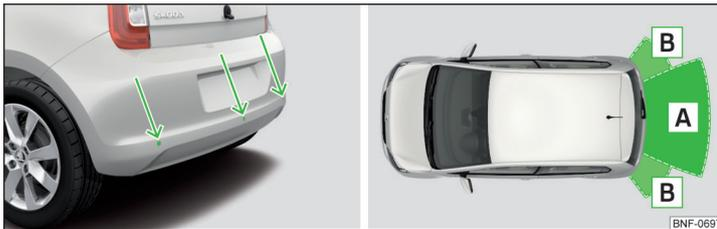

Abb. 125 Verbautort der Sensoren / Reichweite der Sensoren
- Die Systemsensoren » Abb. 125 auf Seite 109 sauber, schnee- sowie eisfrei halten und mit keinerlei Gegenständen abdecken, anderenfalls kann die Systemfunktion eingeschränkt sein.
Das System berechnet mithilfe von Ultraschallwellen den Abstand zwischen dem Stoßfänger und einem Hindernis. Die Ultraschallsensoren befinden sich im hinteren Stoßfänger » Abb. 125.
Ungefähre Reichweite der Sensoren » Abb. 125